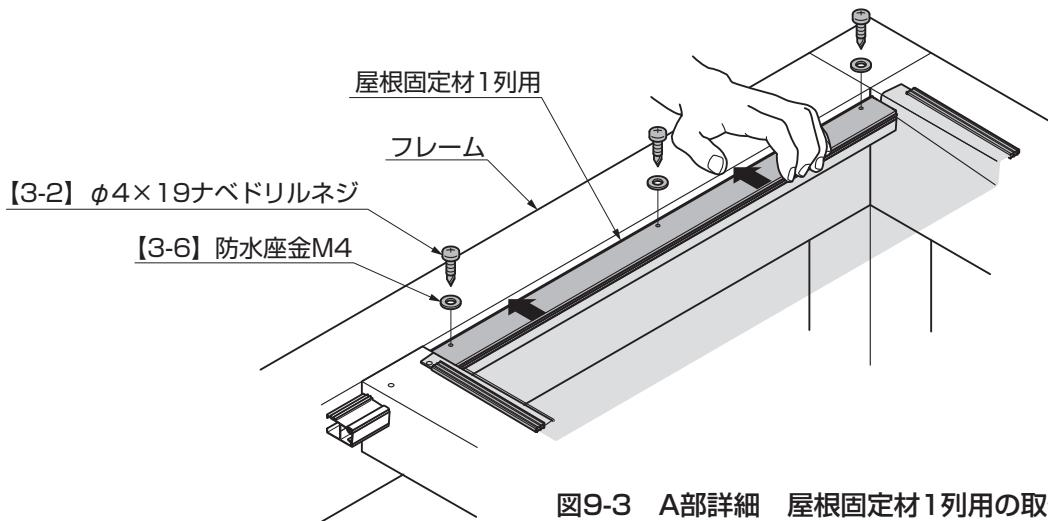

図9-3 A部詳細 屋根固定材1列用の取付け
- ①屋根固定材 1列用をフレーム側に引寄せながら【3-2】、【3-6】で取付けてください。(図9-3参照)